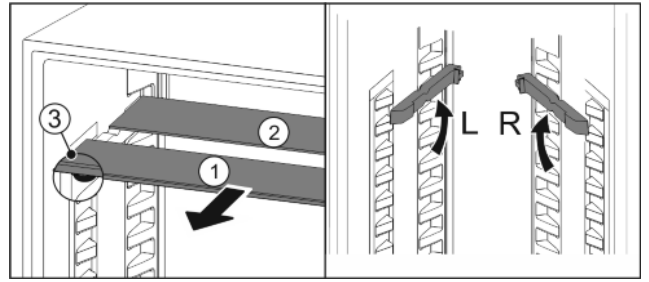

Fig. 19
- Tõmmake Fig. 19 (1) klaasplaadid üksikult ettepoole välja.
- ▷ Klaasplaat Fig. 19 (1) koos väljatõmbepiduritega asub ees.
- ▷ Pidurid on suunatud allapoole Fig. 19 (3).